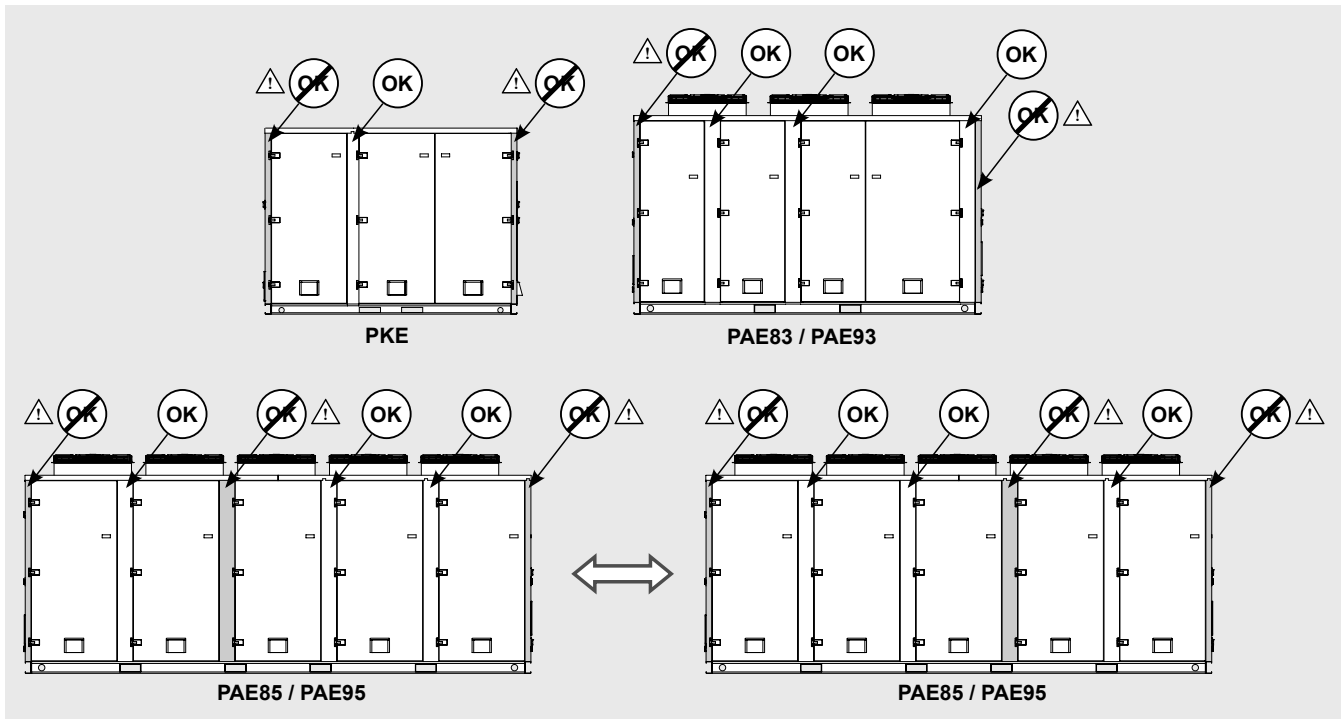
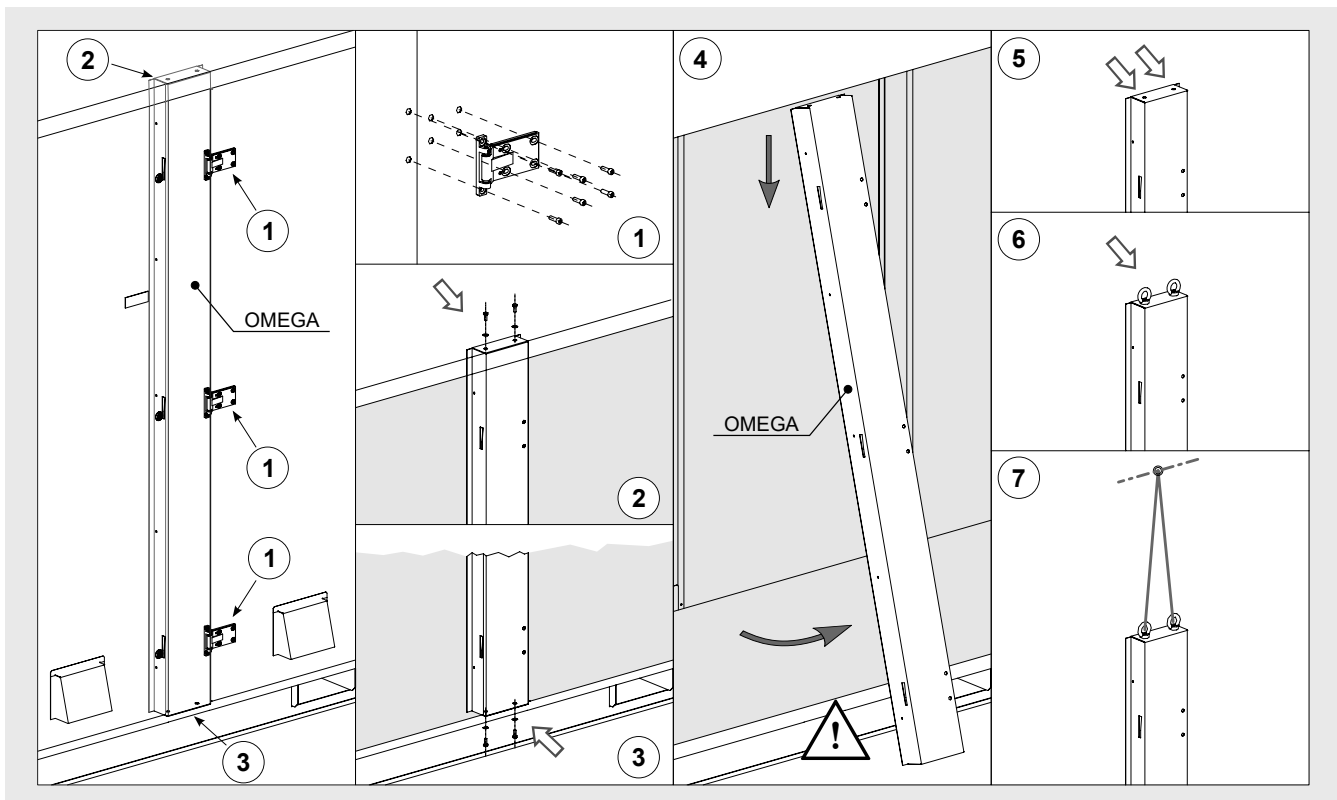

Figura 11
Figura 12
6.33 Una volta rimosse le porte, è possibile procedere alla rimozione degli omega di supporto presenti nella parete frontale del vano tecnico. Non procedere alla rimozione degli omega senza aver prima rimosso le porte come da Sez. 6.24 - 6.29. Le operazioni devono essere riservate a personale autorizzato e qualificato. Rimuovere soltanto gli omega consentiti - v. "Figura 11" e "Figura 12".
6.35 Per la rimozione degli omega sui modelli PAE e PKE (v. "Figura 11" e "Figura 12"):